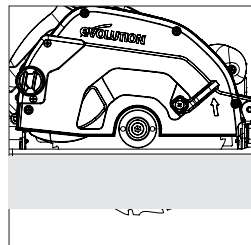

Abb. 12
- In den meisten Fällen sollte die Schnitttiefe auf die Dicke des zu schneidenden Materials plus die halbe Tiefe eines Sägezahns (Spitze des Sägezahns bis zum breitesten Teil) eingestellt werden. **(Abb.12)**